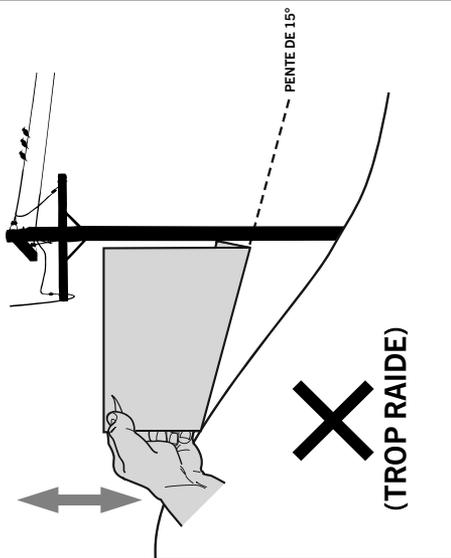

Figure 2
5. S'il y a un espace sous la jauge, la pente est trop raide pour une utilisation sûre (voir la Figure 2 ci-dessus).